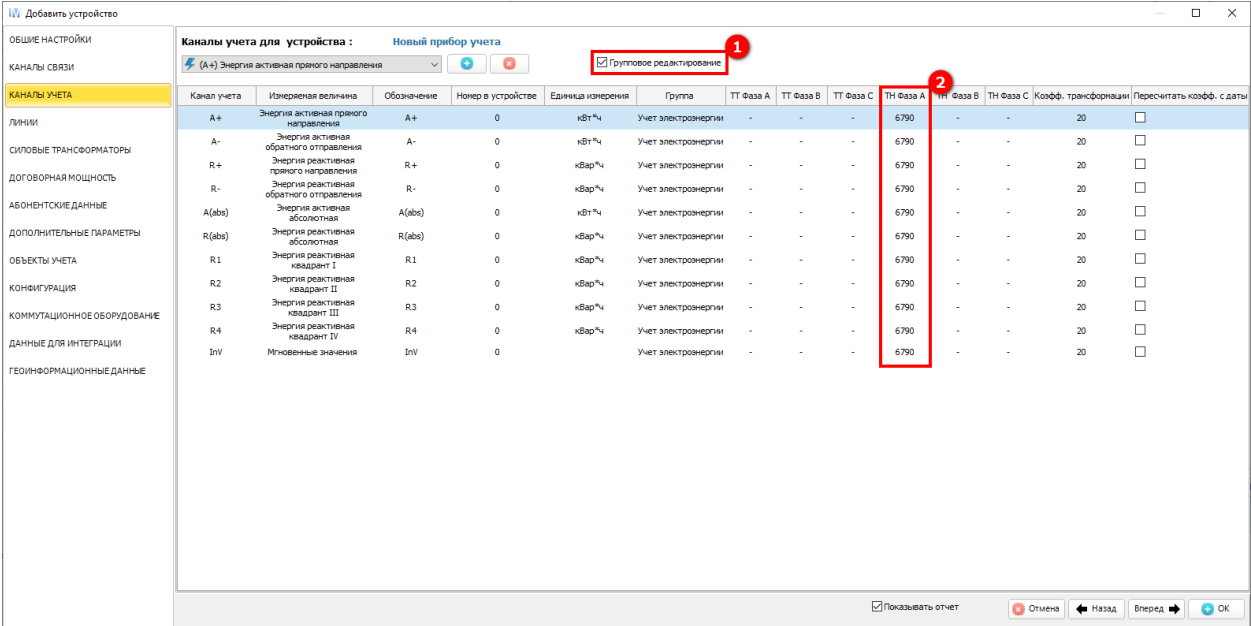

Рисунок 303 – Параметры устройства – Каналы учета – Указание информации об однофазном типе трансформатора по всем каналам учета для выбранной фазы
При наличии отметки в поле **Групповое редактирование** (1) (см. рисунок 303) и выборе из списка однофазного типа трансформатора – данные о трансформаторе будут заполнены по всем каналам учета выбранной фазы (2).